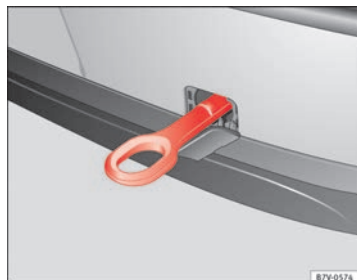

Fig. 221 En el parachoques trasero, en el lado derecho: Argolla de remolque enroscada.
El alojamiento para la argolla de remolque enroscable se encuentra en la parte derecha del paragolpes trasero → fig. 221. En *vehículos con dispositivo de remolque montado de fábrica*, detrás de la cubierta no se encuentra **ningún** alojamiento para enroscar la argolla de remolque. Para remolcar, montar y utilizar la rótula → página 245, ⇒ ①.